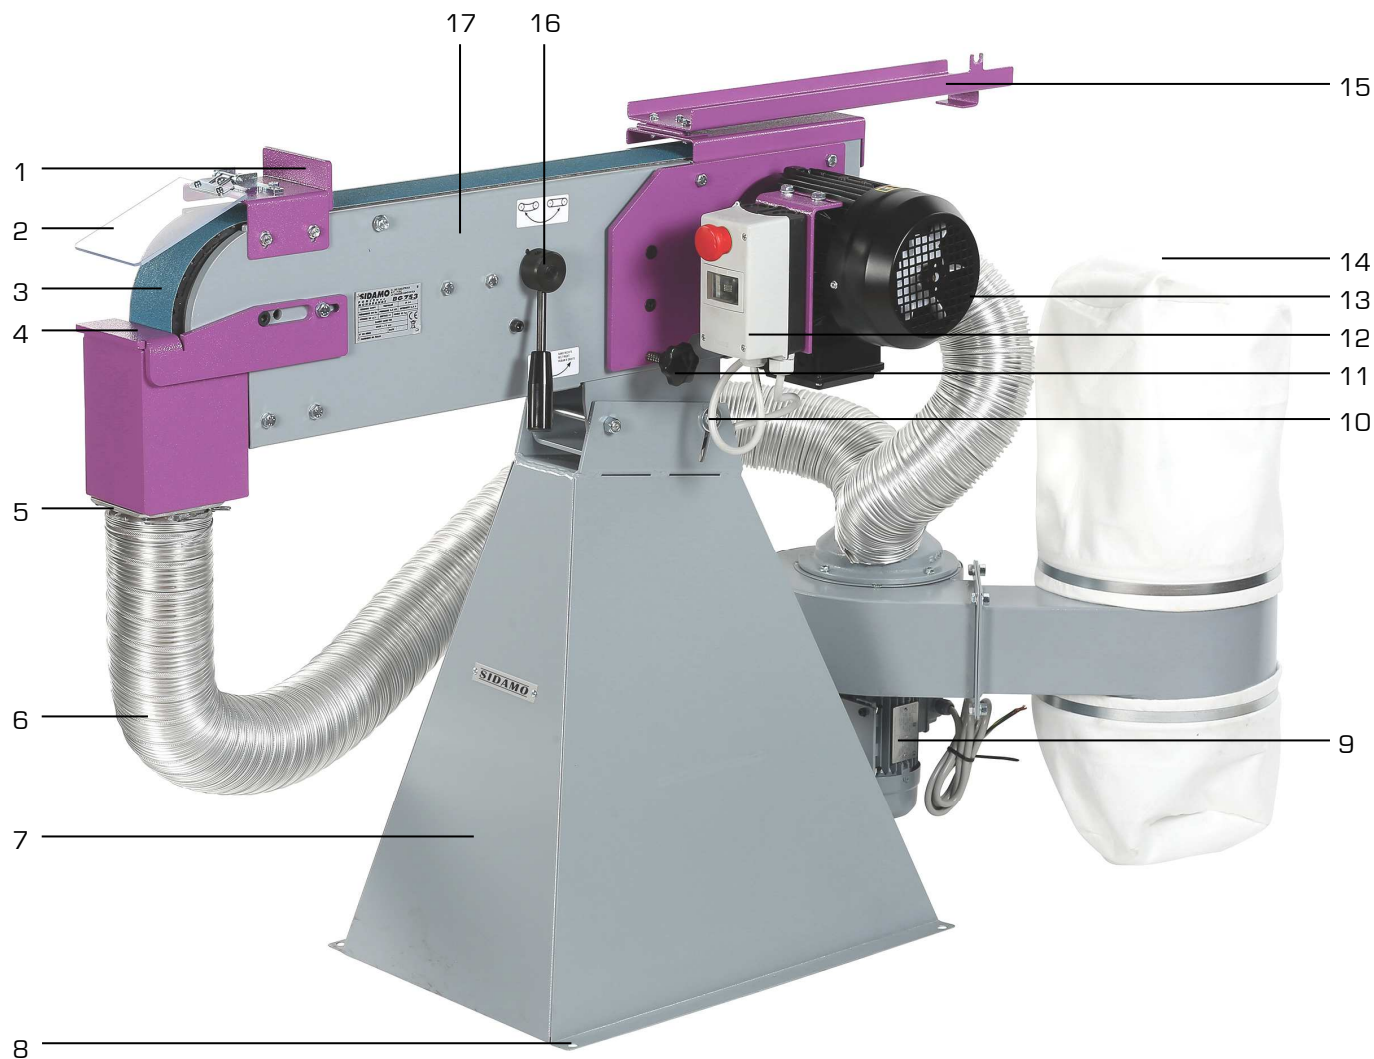
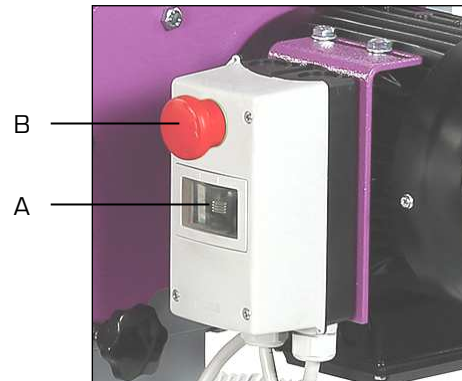

Figure 1
Figure 2
Positionner la machine, à l'aide de plusieurs personnes, sur un sol suffisamment plat et non glissant, de sorte qu'elle ait une position la plus stable possible. Afin d'obtenir un maximum de stabilité et de réduire les vibrations engendrées par le fonctionnement de la machine, fixer la ponceuse à bande sur un sol dur et de niveau au moyen des trous de fixation (8 fig.1) prévus à cet effet (4 boulons M10).
- L'écran de protection (2 fig.1).
La mise en fonctionnement du système d'aspiration est assurée simultanément avec la ponceuse à bande par l'intermédiaire de l'interrupteur de « mise en marche » (A fig.2) situé sur le boîtier de commandes (12 fig.1).
3. Déverrouiller l'arrêt coup de poing à accrochage (B fig.2).
4. Appuyer sur l'interrupteur « MARCHE » (A fig.2) pour mettre en fonctionnement la ponceuse ainsi que l'aspiration et pour permettre à la bande d'atteindre sa vitesse maximum avant de commencer à usiner.
7. Approcher progressivement la pièce à usiner au contact de la bande en appui sur la butée de travail (A) ou sur le support d'outils (B).
- Appuyer sur l'arrêt coup de poing à accrochage (B fig.2) pour arrêter le fonctionnement de la ponceuse ainsi que l'aspiration.